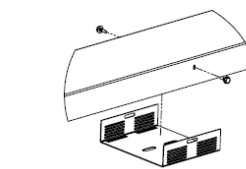

Figure 5
6. Pour les luminaires de 8 pi, mesurer et indiquer le centre du boîtier du luminaire, plier et rattacher le grand support au centre du boîtier (Fig. 5).